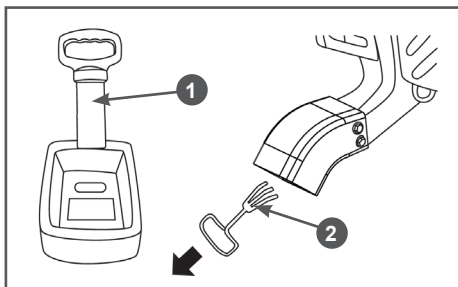

Рис. 10 Удаление застрявшего материала
9. При необходимости протолкнуть материал внутрь воронки дробилки пользуйтесь толкателем 1 (Рис. 10), поставляемым в комплекте с устройством, слегка надавливая им на измельчаемый материал.
10. Если произошел затор, заглушите двигатель. Убедитесь, что вращение ножей прекратилось. Снимите колпачок высоковольтного провода со свечи зажигания. Извлеките ветки из воронки измельчителя. Снимите мешок, если он установлен и удалите застрявший материал через отверстие загрузочной трубы крючком 2 (Рис. 10).